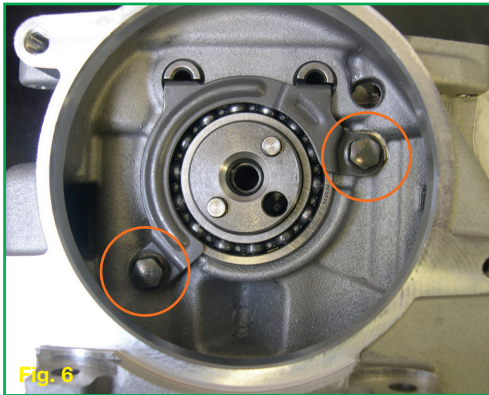

Fig. 6
- Togliere le due viti M6 e la piastra di sicurezza dell'albero a camme (Fig. 6).